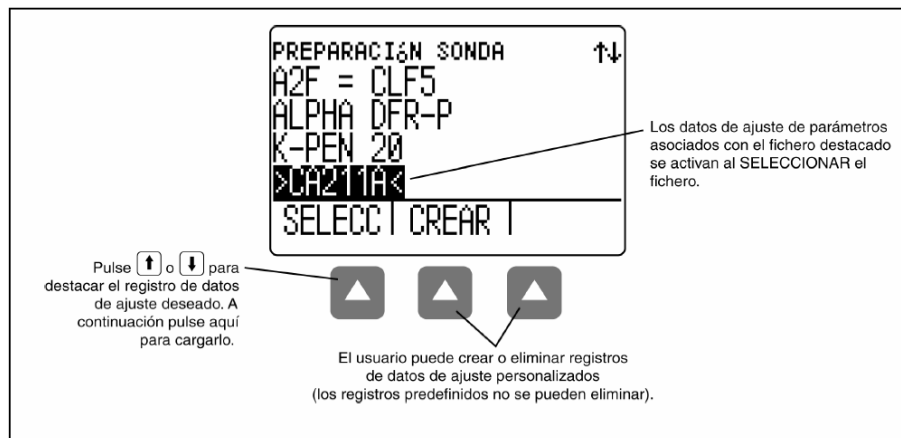

Figura 2-3
- **Modo de preparación sonda** - Permite al usuario cargar los registros de datos de ajuste almacenados (de un transductor específico) o crear un registro de datos de ajuste definidos por el usuario. Pueden descargarse a un ordenador con el paquete de software UltraMATE© y cargarse después en cualquier aparato CL5. El contenido del fichero de registro de datos de ajuste definidos por el usuario depende de la configuración del aparato. Vea el apartado 3.5 para más información sobre los ajustes personalizados (Figura 2-3)